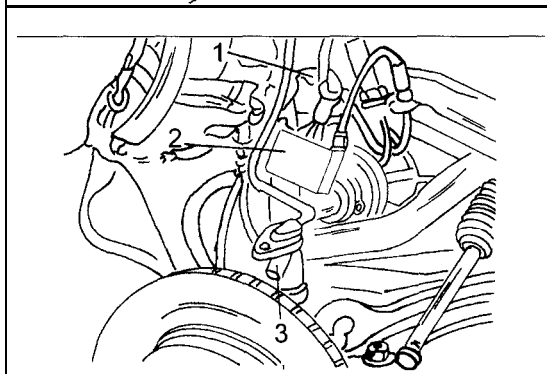

Bild 267
● Bei eingebauter ABS-Anlage das Kabel zum Drehzahlfühler im Achsschenkel abschliessen. Bild 267 zeigt wo der Drehzahlfühler befestigt ist. Der Drehzahlfühler kann auch ausgebaut werden und am Kabel angeschlossen bleiben. In diesem Fall die Abdeckung (2) ausbauen, die Schraube (1) herausdrehen und den Fühler (3) herausziehen.
● Die Spurstange am Aussengelenk vom Lenkhebel des Achsschenkels abschrauben und mit einem Kugelbolzenabzieher aus dem Hebel drücken. Die Anschlussstelle der Spurstange kann in Bild 267 gesehen werden.